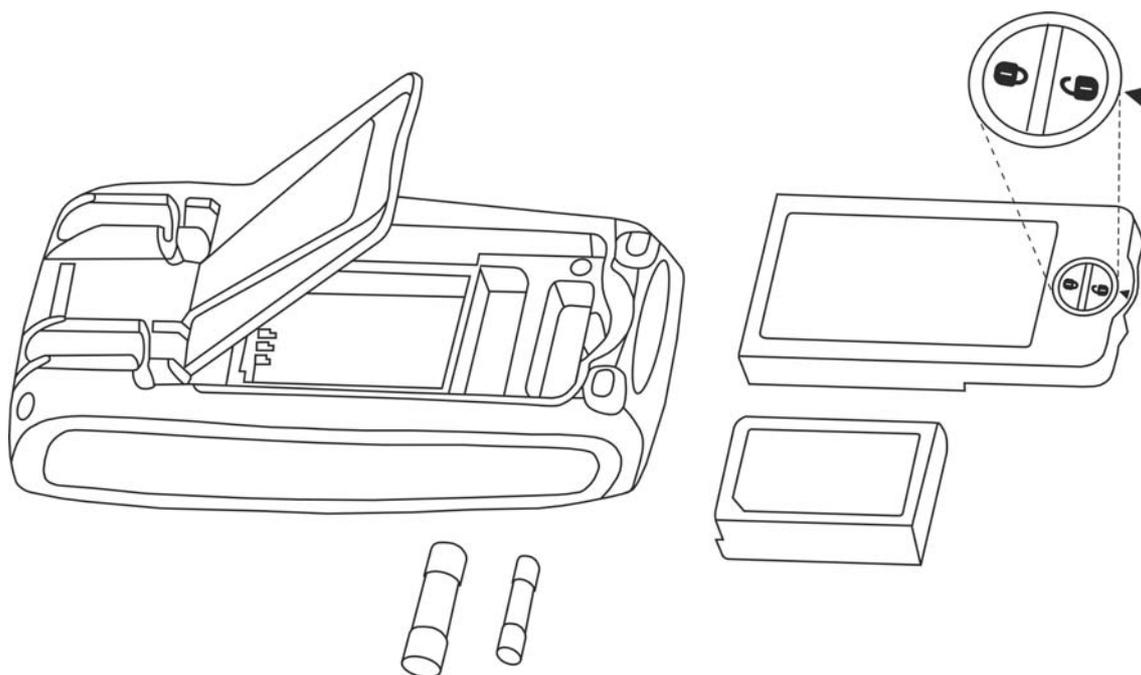

Fig. 32: Sustitución de los fusibles internos
2. Gire el tornillo de fijación de la tapa de la batería de la posición "1" a la posición "2" y retire la tapa (vea Fig. 32)